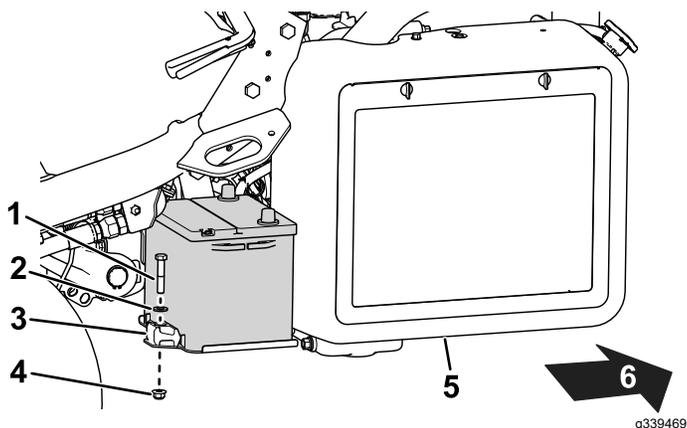

Рисунок 39
2. Снимите крепежные детали, с помощью которых аккумулятор крепится к поддону (Рисунок 39), и поднимите аккумулятор.
5. Поместите аккумулятор на поддон аккумулятора и закрепите его ранее снятыми стержнями и крепежными деталями (Рисунок 39).